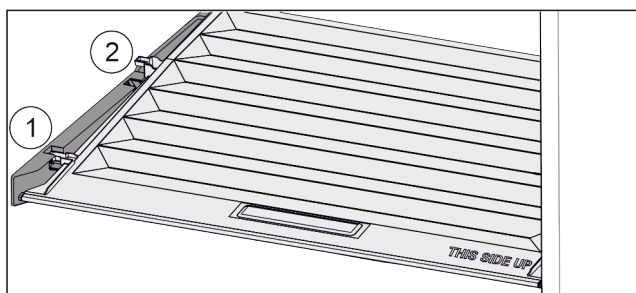

Fig. 73
- ▶ Tõmmake kaant kuni avanemiseni hoidedetailides ettepoole Fig. 73 (1).
- ▶ Tõstke tagant altpoolt üles ja võtke ülespoole ära Fig. 73 (2).